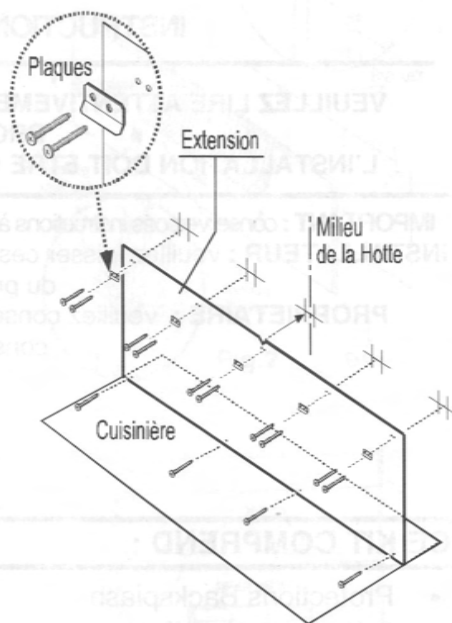

Fig. 1
- 1) Identifiez la ligne du milieu de la hotte. Tirez une ligne verticale le long de cette ligne du milieu. Voir Fig 1.
- 6) Repositionnez l'extension et fixez à l'aide des vis (fournies) sur le dessous ainsi que les vis et les supports sur le dessus (voir Fig 1). Ne serrez pas trop les vis pour ne pas risquer d'endommager le panneau.
- 1) Identifiez la ligne du milieu de la hotte. Tirez une ligne verticale sur la ligne du milieu. Voir Fig 1. Marquez un point sur la ligne du milieu à une distance A (voir tableau 1) à partir du dessous de la hotte. Tirez une ligne horizontale à partir de ce point.
- 3) Marquez sur le mur un repère pour chaque trou sur le dessus de l'extension. Ne marquez pas de trous sur le dessous de l'extension. (voir Fig 1)
- 6) Positionnez les supports comme indiqué sur la Fig 1 (mais sans extension) et fixez à l'aide des vis fournies.